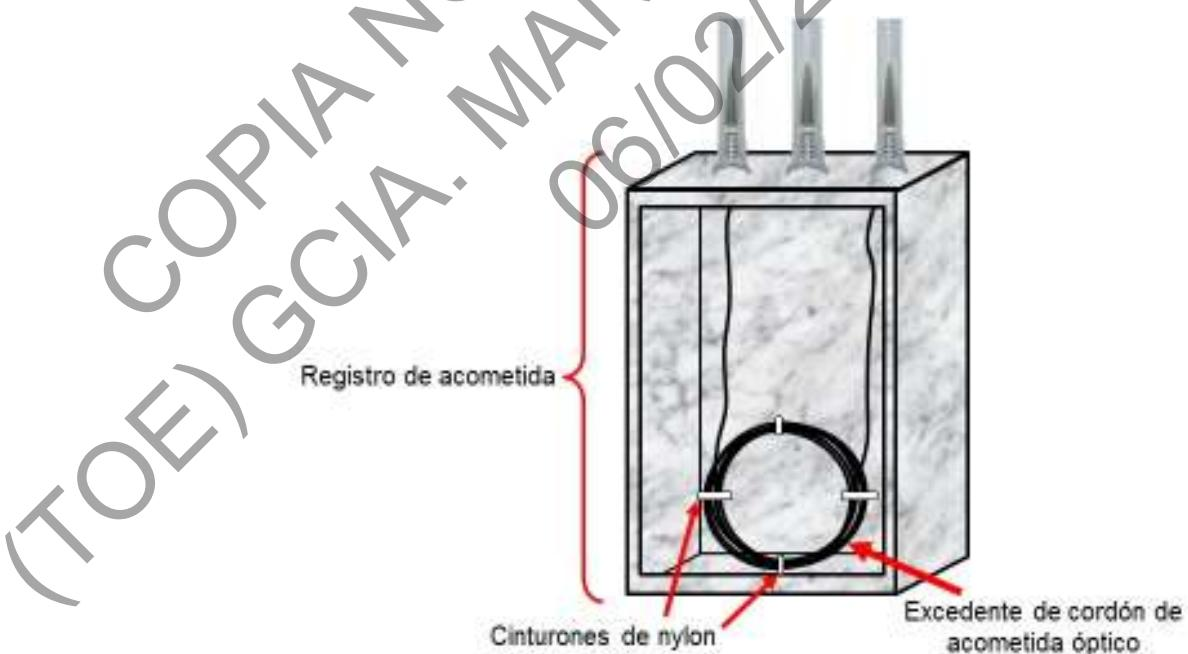

Figura 34. Registro de acometida en el interior del edificio de la vivienda.
- En caso de existir algún registro de acometida en el edificio de la vivienda donde esté almacenado el excedente de cable de acometida óptico, se debe verificar si el cordón tiene la longitud adecuada para realizar el trabajo de reubicación como lo muestra en la figura 34.